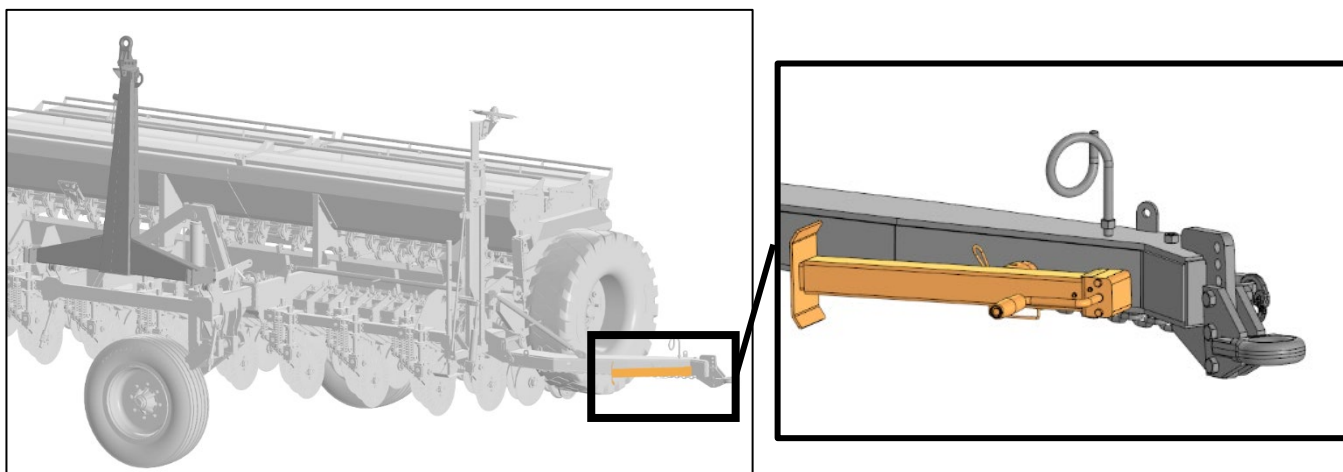

Рисунок 17 – Подножка бокового фаркопа
11. Перевести подножку бокового фаркопа в горизонтальное положение, рис. 17.